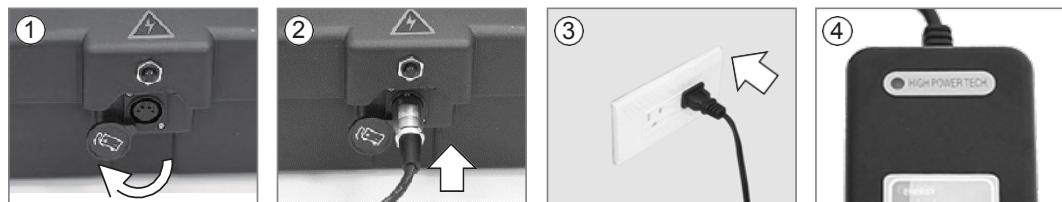

Figura 32
**Puerto de carga de la caja de la batería (Figura 32)**